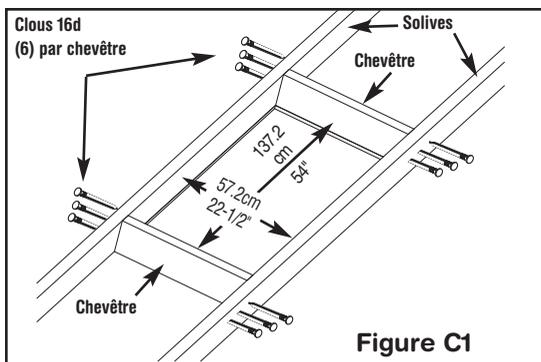
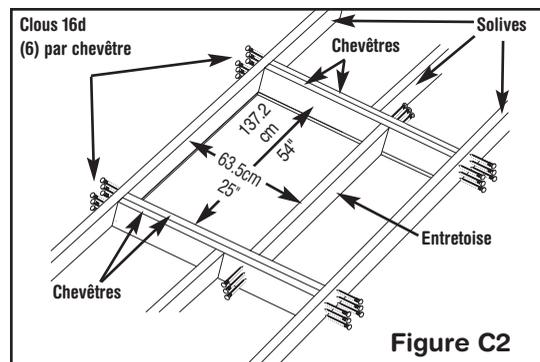

Figure C1
Figure C2
- Inspectez l'ouverture actuelle d'échelle de grenier pour vous assurer qu'elle répond aux exigences minimales de construction et fait bien 57.2cm (22-1/2") x 137.2 cm (54") pour l'AH2210 et l'AE2210 (Figure C1) ou 63.5cm (25") x 137.2 cm (54") pour l'AH2510 (Figure C2).